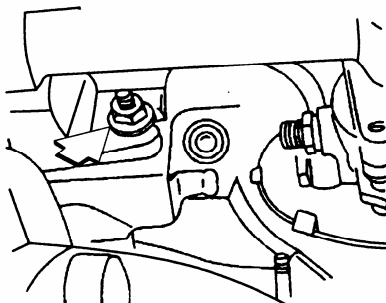

图 12-25 拆下后横板上固定转向器的自锁螺栓
- ⑥ 拆下后横板上固定转向器的自锁螺母，如图 12-25 所示，把车辆放下。